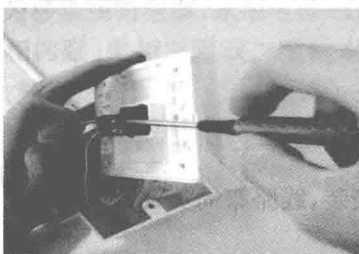
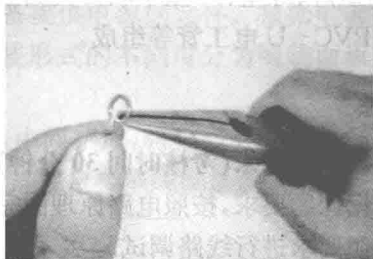

图 1-18 开关的接线桩头连接
图 1-19 单芯导线的打圈
(4) 导线接入开关接线桩头(图 1-18):相线过开关,零线一般不进开关。安装次序:相线→插座面板(XS)接线端 L,零线→插座面板(XS)接线端 N,接地线→插座面板(XS)接线端 PE,相线→开关面板(SA)接线端→开关另一个接线端出线去→灯(EL)接线端→灯的另一接线端→零线,相线→门铃按钮面板(SB)接线端→门铃按钮面板,另一个接线端出线去→门铃(HA)接线端→门铃的另一接线端→零线。
(5) 固定熔断器:在电源进线位置处固定熔断器,熔断器作为照明线路的短路保护,本课程采用插入式熔断器,如果安装在配电箱内一般采用开关式熔断器。
(6) 将开关线接入螺口平灯座的中心上:用剥线钳剥去导线的绝缘层(约 15mm),用尖嘴钳将线芯扳成 90° ,钳住线芯顺时针方向打圈,操作方法如图 1-19 所示。